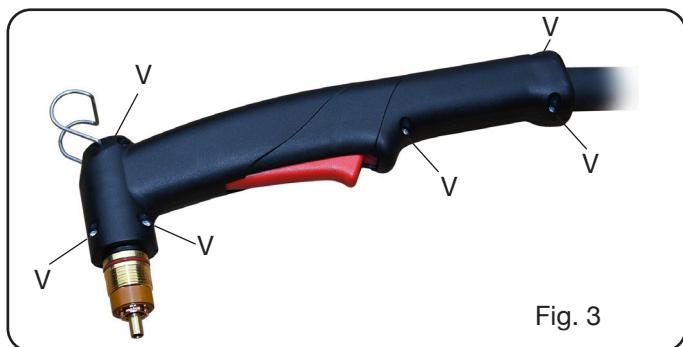

Fig. 3
- Die 6 Schrauben **V** (siehe Abb. 3) ausschrauben und die linke Grifffälfte entfernen.